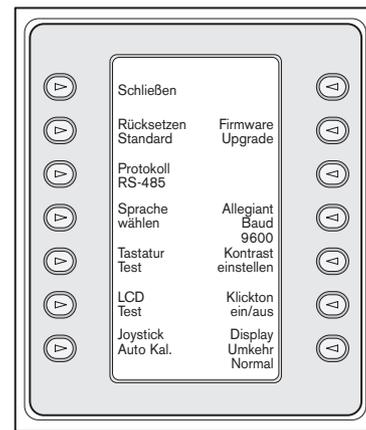

Abbildung 3-3 Tastatursteuerungs Menü
3. Am Softkey-Display erscheint das Hauptmenü der *Tastatursteuerung* (siehe *Abbildung 3-3*). Die einzelnen Optionen des *Tastatursteuerungsmenüs* werden im Folgenden beschrieben.